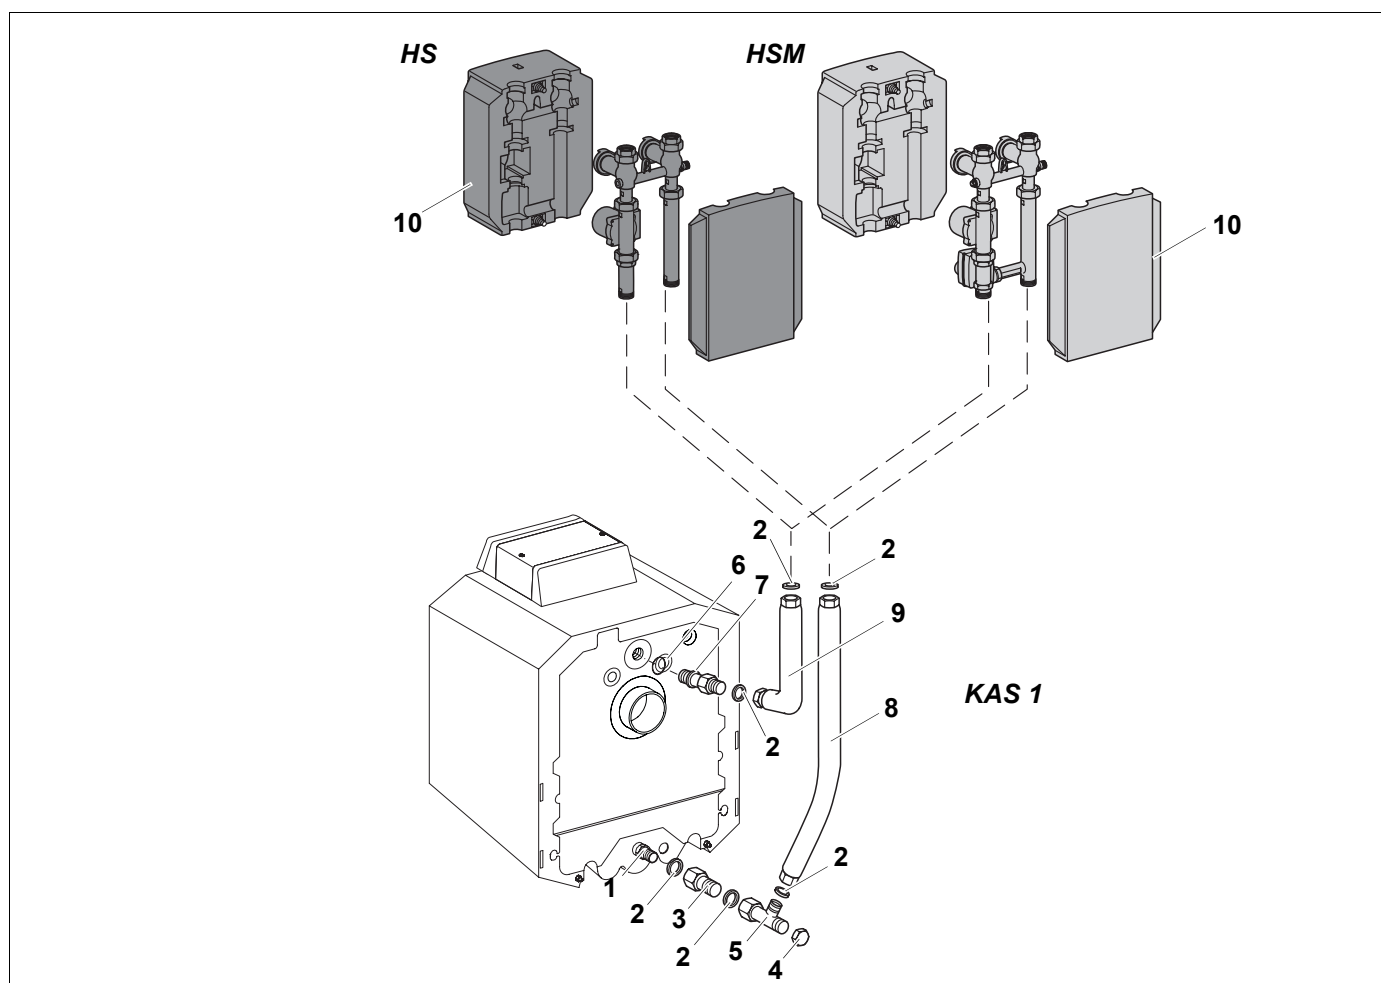

Рис. 5 Установка KAS 1 сзади котла
- Завернуть штуцер (7) с уложенным кольцом (6) в подающую линию котла.
- В накидную гайку короткого колена трубы подающей линии (9) вложить уплотнение (2). Слегка привернуть трубу подающей линии (9) к штуцеру.
- Уложить уплотнение в резьбовое соединение между удлинительным элементом (3) и сгоном (1) в обратной линии котла и закрутить.
- Уложить уплотнение в резьбовое соединение тройника (5) и слегка привернуть тройник к удлинительному элементу (3).
- Установить трубу обратной линии (8) коротким коленом вниз на боковом ответвлении тройника (5), вложить уплотнение (2), выровнять и затянуть резьбовое соединение.
- Установить вертикально длинное колено трубы обратной линии (8) и затянуть резьбовое соединение между удлинительным элементом (3) и тройником (5).
- Привернуть сзади торцевую крышку (4) к тройнику (5).
- Установить на трубы комплект подключения отопительного контура без смесителя (HS) или со смесителем (HSM) в соответствии с рис. 5, затянуть оба резьбовых соединения и проверить герметичность.
- Надеть с двух сторон теплоизоляционные элементы (10) на соответствующий комплект подключения отопительного контура и слегка затянуть пластмассовыми винтами.